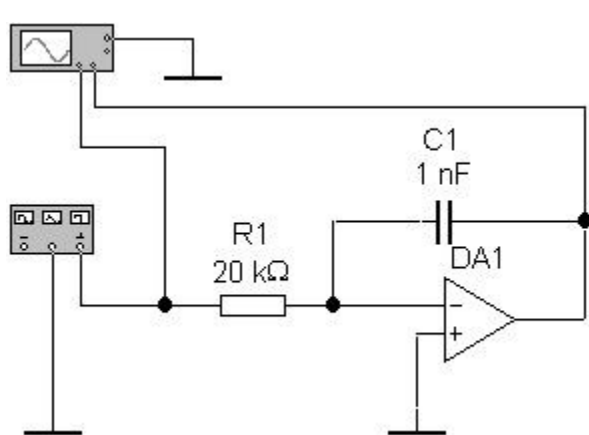

Рис. 5.16. Принципиальная схема интегрирующего усилителя на ОУ
5.4.3. Для исследования интегрирующего усилителя соберите схему, изображенную на рис. 5.16. Отметим, что в этой и последующих схемах используется модель «идеального» ОУ из библиотеки default, для которого не требуется устанавливать источники питания. Установите форму выходного напряжения функционального генератора – прямоугольный импульс, частоту 1 кГц, коэффициент заполнения (Duty Circle) 50 %, амплитуду 500 мВ, смещение (Offset) 0. Активизируйте схему. Зарисуйте изображение входного и выходного сигналов с экрана осциллографа. Сделайте выводы.